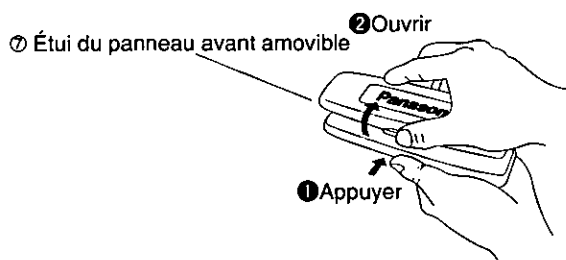

Fig. 3
- c) Retirer l'appareil en le tirant avec les deux mains. (Fig.3)
- ④ Comme illustré à la figure 3, appuyer légèrement sur le bas de l'étui et ouvrir le rabat supérieur. Ranger le panneau dans l'étui. Le panneau peut alors être transporté en toute sécurité.